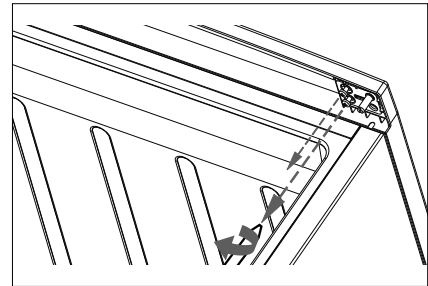

Abb. 5
- ▶ Lösen Sie die beiden Halterungsschrauben des oberen Scharniers mit einem Kreuzschlitzschraubendreher (Abb. 5).